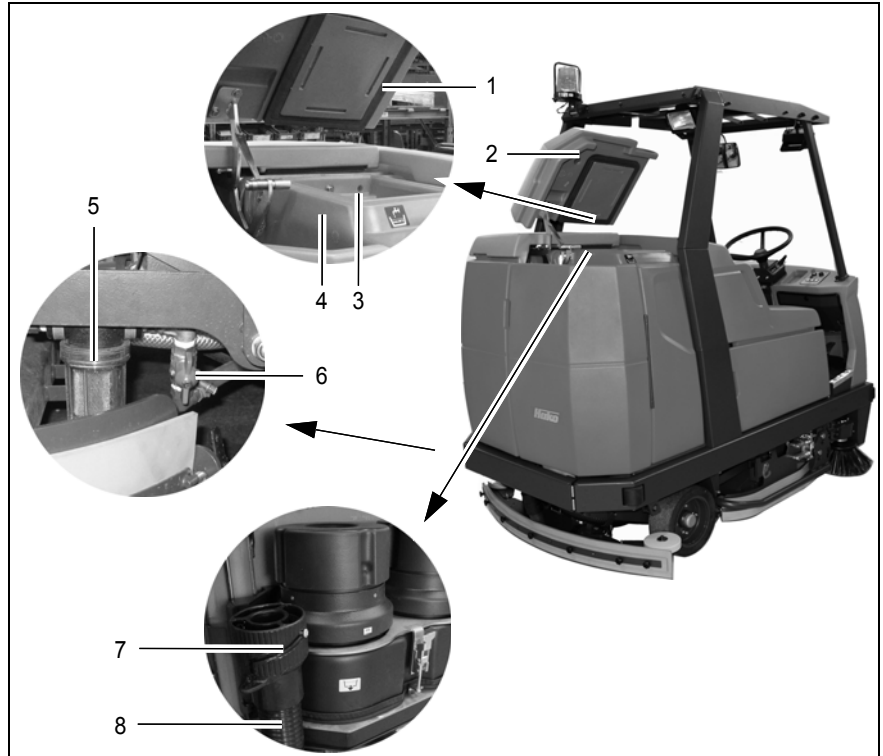

Abb. 25
Den Frischwassertank (Abb. 25/4) vor Arbeitsbeginn oder bei Bedarf mit Frischwasser und Reinigungsmittel befüllen, siehe auch Abschnitt 3.1.4.
2. Den Tankdeckel (Abb. 25/2) öffnen und arretieren.
3. Ablassschlauch für Frischwasser (Abb. 25/8) aushängen und langsam herunterschwenken.
4. Verschluss (Abb. 25/7) durch Drehen öffnen. Die Abflussmenge lässt sich durch Drehen des Verschlusses regulieren und durch Verschwenken des Verschlusses bei Bedarf ganz öffnen.
- Der Verschluss (Abb. 25/7) am Ende des Ablassschlauchs (Abb. 25/8) sollte regelmäßig gereinigt werden.
Im Frischwasserzulauf befindet sich ein Filter (Abb. 25/5), der bei sichtbarer Verschmutzung des Behälters zu reinigen ist. Dieser befindet sich linksseitig der Maschine auf Höhe der Bürsten hinter der Seitenverkleidung.
2. Kugelhahn (Abb. 25/6) schließen, um den Wasserzulauf vom Tank zu verhindern.